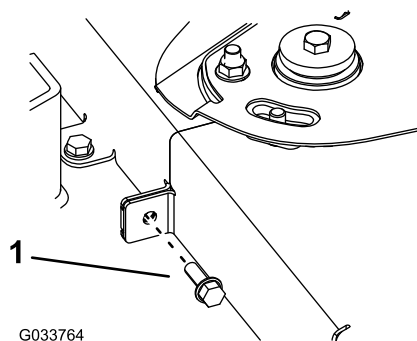

Figura 64
4. Retire el perno que conecta las 2 cubiertas de la correa (Figura 64).
9. Instale el perno que conecta las 2 cubiertas de la correa (Figura 64).